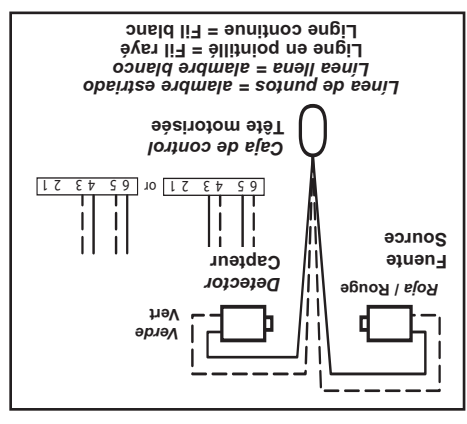

FIG. 4-5a Métodos de alambrado del detector y fuente. Métodos de cableado source et capteur.
- Corra el alambre de los detectores del Safe-T-Beam® a la caja de control usando el método que se muestra (Fig. 4-5a).